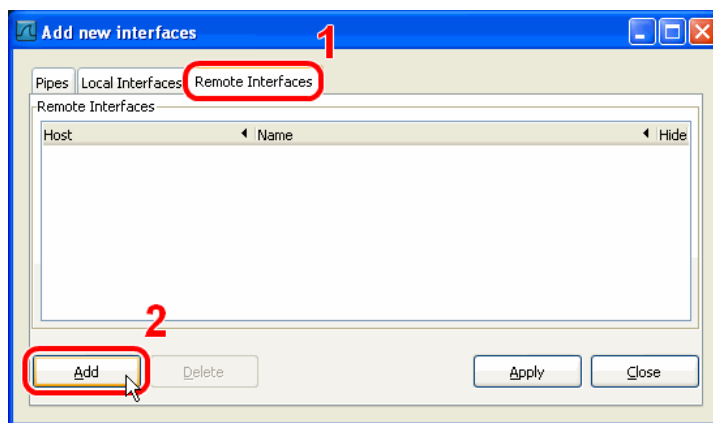

Abbildung 182: Wireshark Add New Interfaces Dialog.
3. Wählen Sie den Reiter **Remote Interfaces** und klicken Sie **Add** wie in Abbildung 182 gezeigt wird.